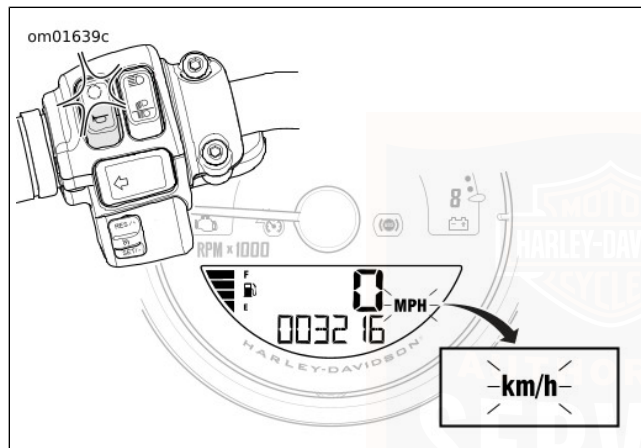

Figure 17. Changement des unités de l'indicateur de vitesse
2. Voir Figure 17. Maintenir le bouton du compteur de trajet enfoncé jusqu'à ce que les unités de l'indicateur de vitesse changent (mi/h ou km/h).